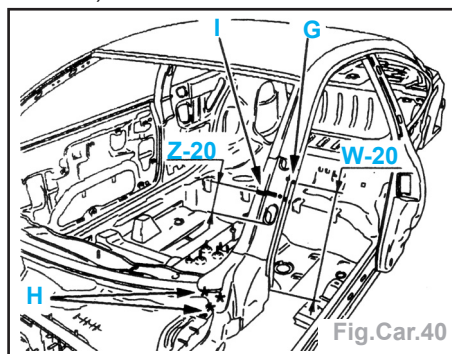

Fig.Car.40
- Tracer puis découper à l'aide d'une meule épaisseur **1 mm** suivant **G** (Fig. Car.40).